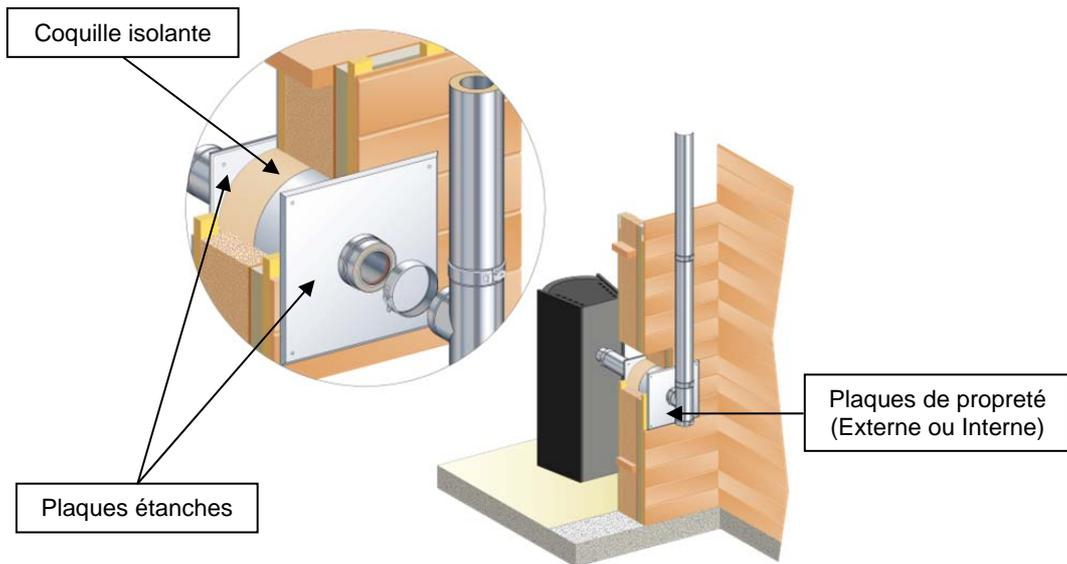

Figure 4– Exemple de solution de traversée de mur (Gamme THERMINOX)
4.5 Solution traversée de mur: Kit de Traversée de Mur (Figure 4)